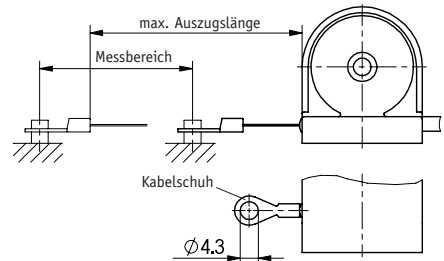

Abb. 2: Prüfung Auszugslänge
- Prüfen Sie nach der Befestigung des Seilzuggebers, die maximale Auszugslänge (Abb. 2). Der Kabelschuh bzw. das Seil muss bis an die vorgesehene Befestigungsstelle ausgezogen werden. Das Seil darf dabei nicht verdreht werden.
Das Seil muss lotrecht zum Seilzugang geführt werden (Abb. 2).